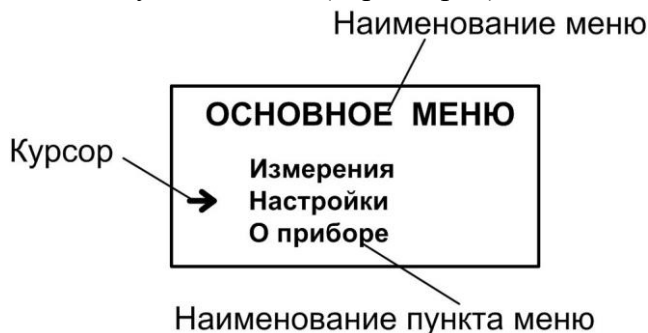

Рис.6 - Вид основного меню расходомера.
4.2.2 Окно индикации меню (рис.6) содержит: